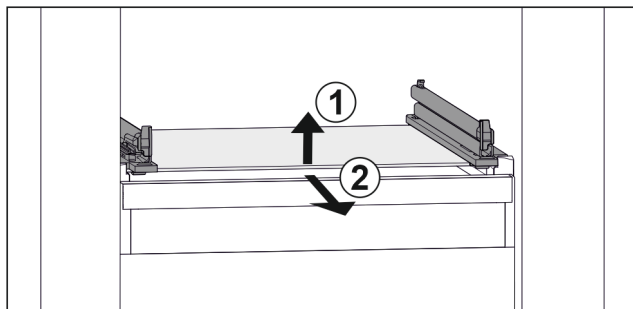

Fig. 123 Primjerni prikaz staklene ploče
- Staklenu ploču podignite srijeda. Fig. 123 (1)
- Izvadite staklenu ploču prema naprijed. Fig. 123 (2)